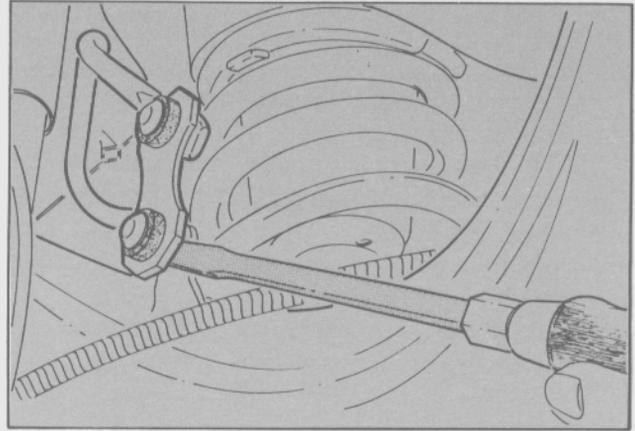

Fig. 59. Extracción de la biela del brazo inferior
- Utilizando un destornillador o elemento adecuado, desconectar la biela que conecta la barra estabilizadora al brazo inferior, de éste último, en ambos lados (Fig. 59).